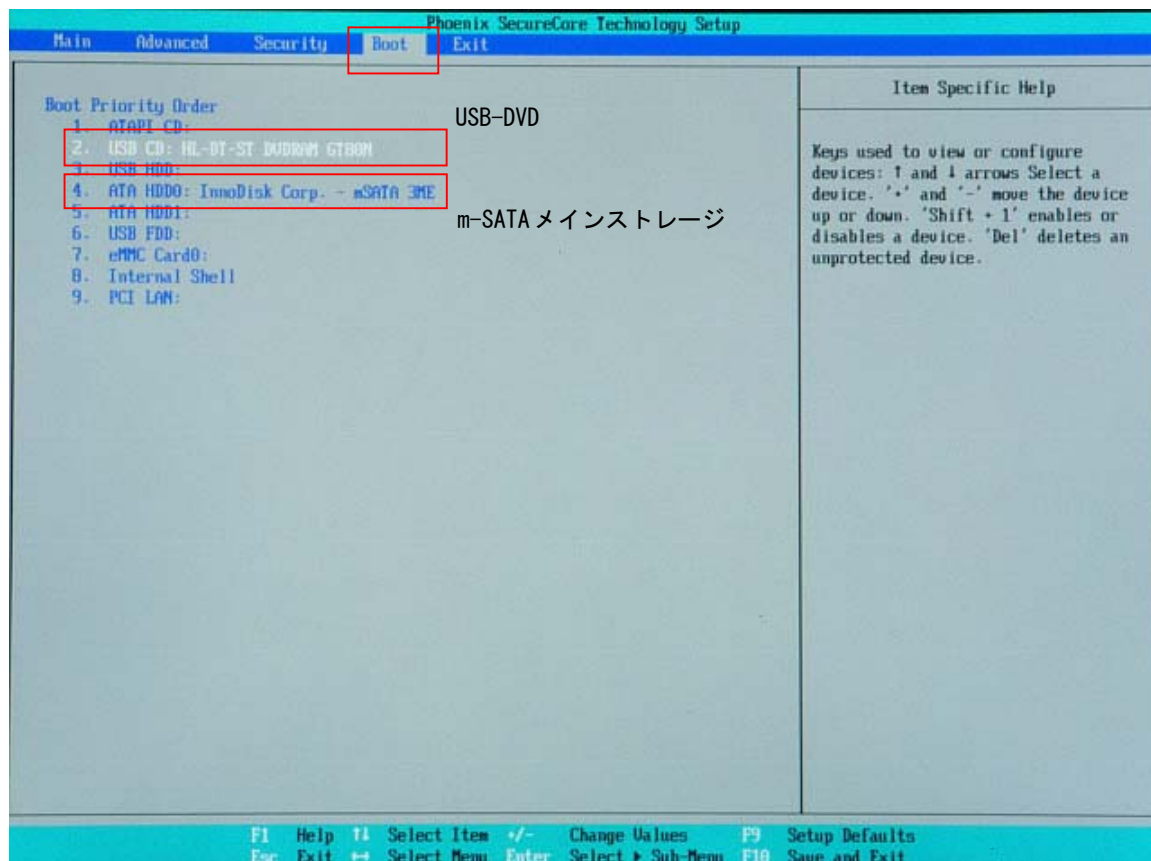

図 6-1-3. Boot デバイスの選択
- ⑧ [Boot]メニューを選択します。(図 6-1-3)
- ⑨ [USB CD] (接続した USB-DVD ドライブ) を [ATA HDD0] (m-SATA メインストレージ) よりも上に設定します。